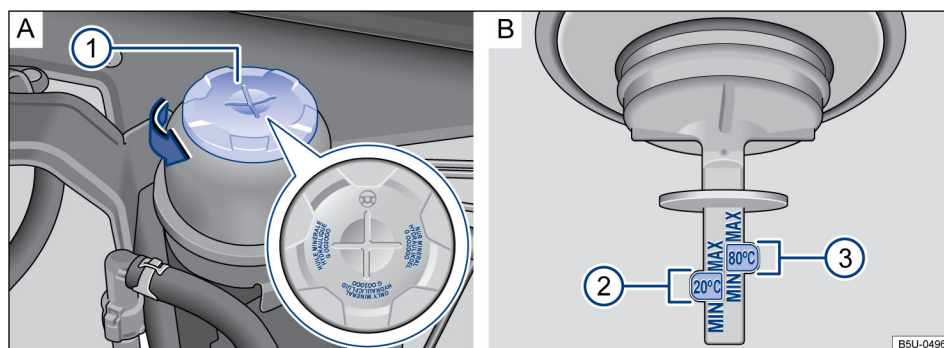

Fig. 85 En el compartimento del motor: **A** Tanque del fluido de la dirección hidráulica. **B** Marcas para controlar el nivel del líquido de la dirección asistida.
- Girar la tapa del depósito → fig. 85 **A** (1) en el sentido de la flecha.
- Retirar nuevamente la tapa y verificar el nivel del líquido por las marcas "MIN" y "MÁX" con la indicación 20 °C de la varilla de medición **D** (6).
- Girar el tapón de cierre del depósito → fig. 85 **A** (1) en el sentido de la flecha.
- Retirar nuevamente la tapa y verificar el nivel del líquido por las marcas "MIN" y "MÁX" con la indicación 80 °C de la varilla de medición **D** (7).